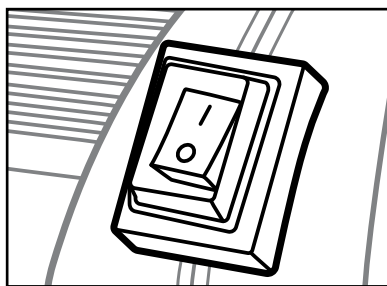

Рис. 2
- для включения переведите тумблер выключателя в положение I (рис. 2).